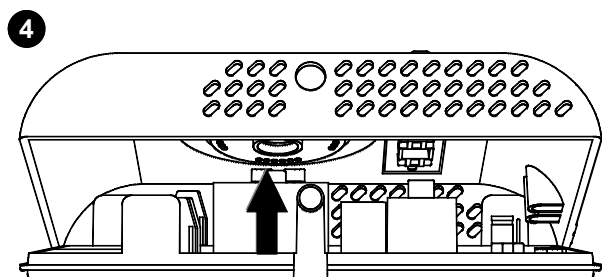

Fig. 5 - Abb. 5
- Posicionar los interruptores de corredera como se indica en el ejemplo de Fig. 6 (**B**). De este modo el campo de rotación estará reducido como en el arco indicado en **F** de Fig. 5.
- 4 Tourner la calotte en exerçant une légère pression jusqu'à l'extraire complètement (Fig. 5).
2. Positionner les cavaliers mécaniques comme indiqué dans l'exemple de la Fig. 6 (E). De cette façon, le champ de rotation est réduit comme dans l'arc indiqué au point F de la Fig. 5.
- Drehen Sie nun den Deckel nach oben, um diesen vollständig zu entfernen (Abb. 5).